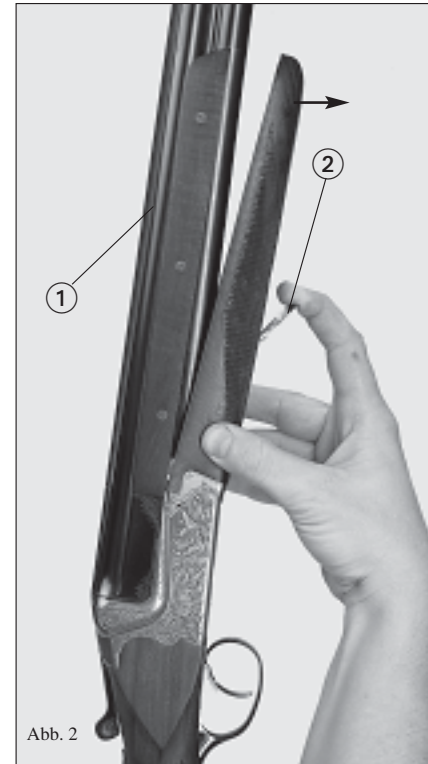

Abb. 2
### Abnehmen des Vorderschaftes vom Lauf (Abb. 2)
- Abnehmen des Vorderschaftes (wie Abb. 2)